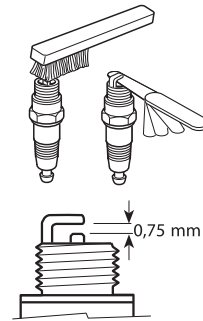

Fig. 22
- > Vérifiez la distance entre les électrodes ; elle devrait être entre 0,6 et 0,7 mm (Fig. 22).